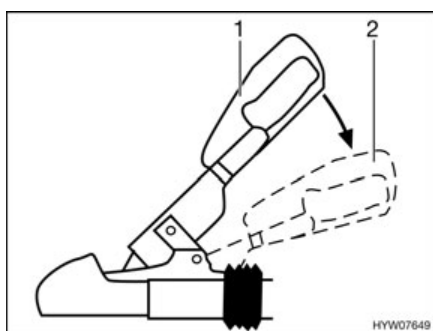

Fig. 179 Tirador de estabilización
- Activar el dispositivo de estabilización. Tirar de la palanca de acoplamiento hacia abajo desde la posición cerrado (Fig. 179,1) hasta el tope (Fig. 179,2).